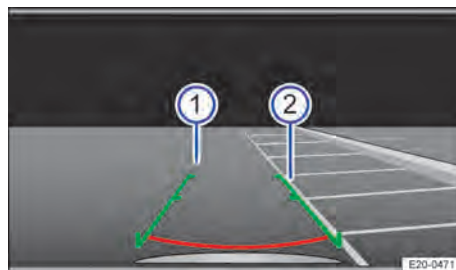

Fig. 110 Visualización en la pantalla del sistema de infotainment: buscar un espacio para estacionar.
1. Sitúe el vehículo delante del espacio para estacionar → Fig. 110 ②.